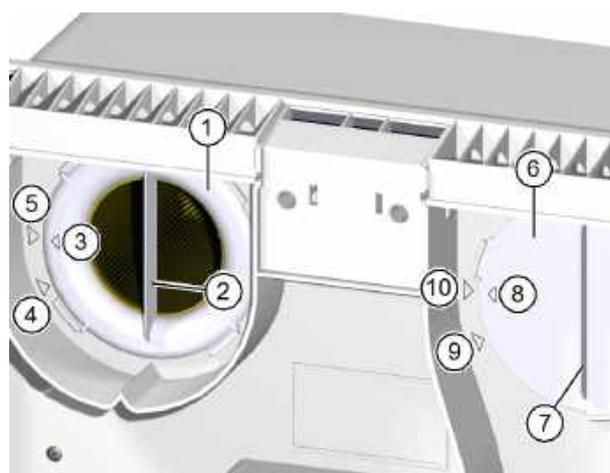

Fig. 18: Enlever les filtres
- ▶ Tournez l'anneau du filtre (pos. 1 dans Fig. 18) sur la poignée (pos. 2 dans Fig. 18) dans le sens anti-horaire, jusqu'à ce que la flèche sur l'anneau du filtre (pos. 3 dans Fig. 18) pointe sur la flèche de la position de prélèvement (pos. 4 dans Fig. 18).
- ▶ Tournez le couvercle du filtre (pos. 6 dans Fig. 18) sur la poignée (pos. 7 dans Fig. 18) dans le sens anti-horaire, jusqu'à ce que la flèche (pos. 8 dans Fig. 18) sur le couvercle du filtre pointe sur la flèche de la position de prélèvement (pos. 9 dans Fig. 18).
- ▶ Veillez à ce que l'anneau de filtre soit orienté de telle sorte que la flèche sur l'anneau de filtre (pos. 3 dans Fig. 18, page 40) soit alignée avec la flèche de la position de prélèvement (pos. 4 dans Fig. 18, page 40).
- ▶ Tournez l'anneau de filtre dans le sens horaire, jusqu'à ce que la flèche sur l'anneau de filtre (pos. 3 dans Fig. 18, page 40) soit alignée avec la flèche de la position d'arrêt (pos. 5 dans Fig. 18, page 40).
- ▶ Vérifiez la position de l'anneau de filtre et du couvercle du filtre. Il faut que les poignées soient verticales et que les flèches sur l'anneau du filtre et sur le couvercle du filtre soient alignées avec les flèches de la position d'arrêt (voir Fig. 18, page 40).